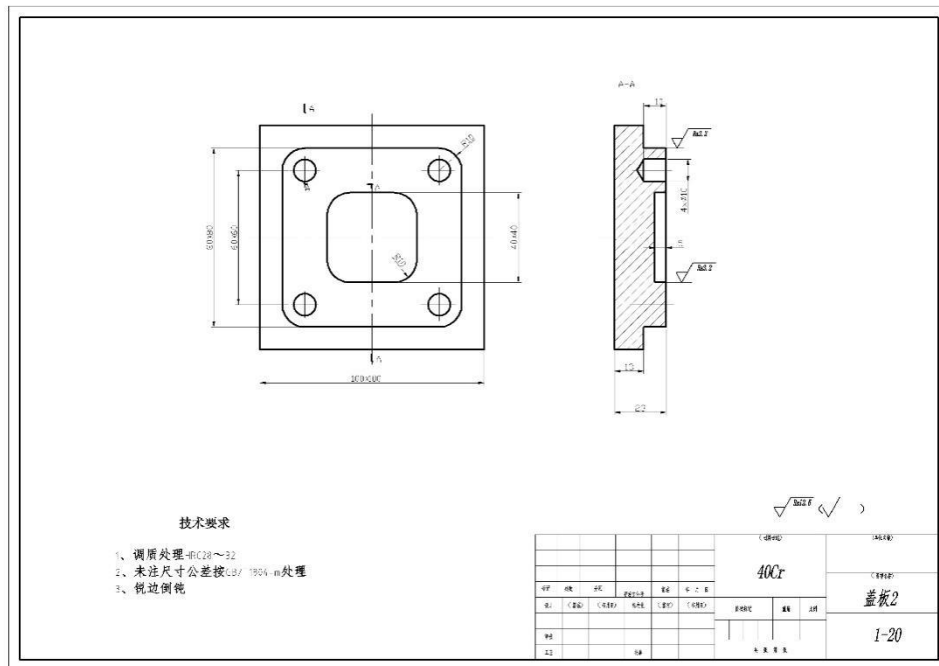

图 1-1-20 盖板 2
(1) 任务描述: 根据提供的实物, 手工测绘机械零件——盖板
2. 零件照片见图 1-1-20。